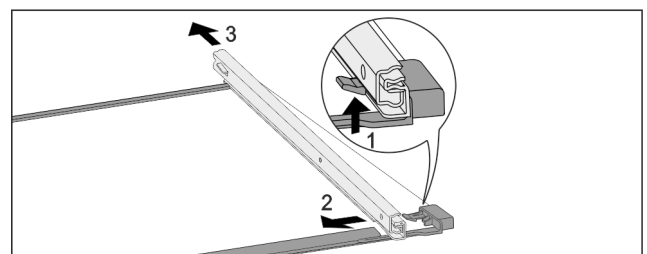

Fig. 282 Glasplatte mit Schienen
- ▶ Vorderen Rasthaken nach oben drücken. Fig. 282 (1)
- ▶ Auszugsschiene zur Seite Fig. 282 (2) und nach hinten Fig. 282 (3) wegchieben.